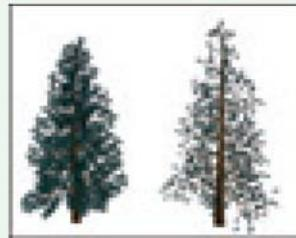

图4-68 不同密度的树
- 【密度】:控制植物上叶子和花朵的数量。值为1表示植物具有全部的叶子和花;0.5表示植物具有一半的叶子和花;0表示植物没有叶子和花,如图4-68所示。